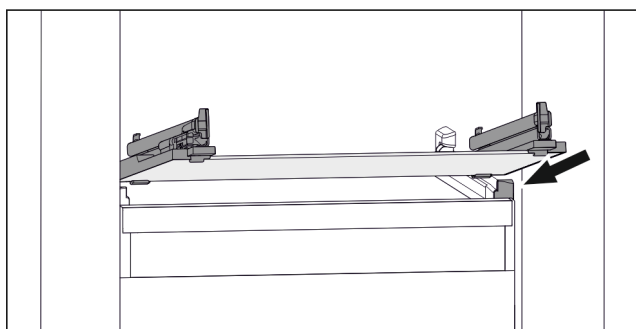

Fig. 113 Rappresentazione esemplificativa del ripiano in vetro
- ▶ Applicare il ripiano in vetro obliquamente dietro i fermi. (vedere Fig. 113)